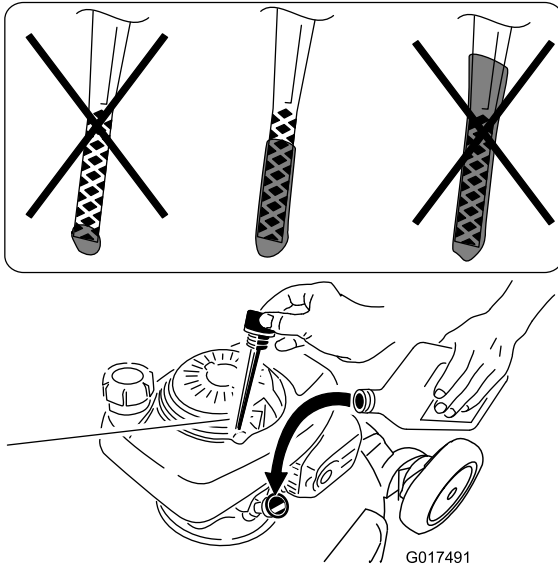

Figure 10
2. Retirez la jauge (Figure 10).
5. Sortez de nouveau la jauge et vérifiez le niveau d'huile; voir Figure 10.